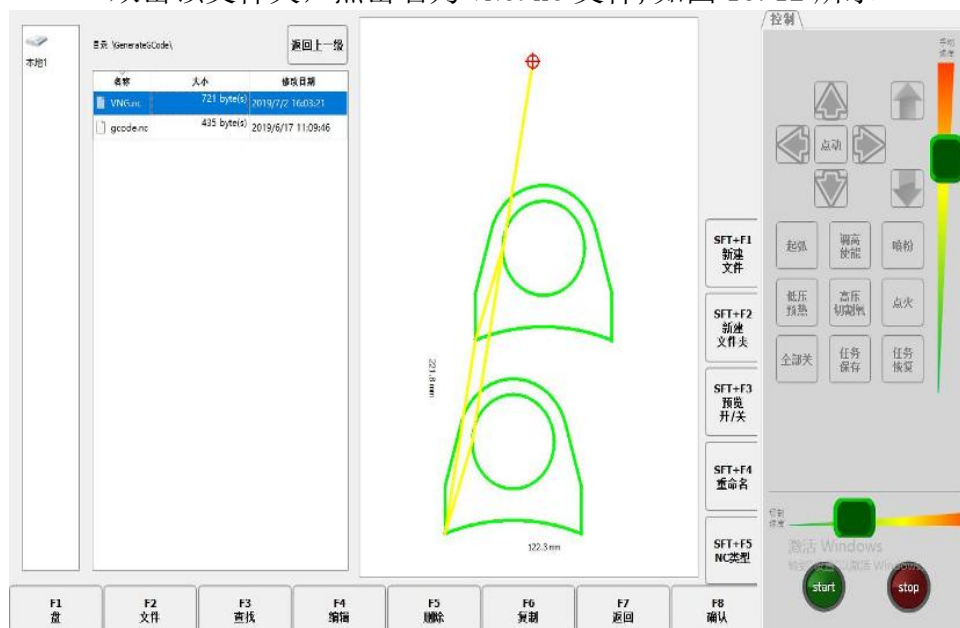

图 13.12 加工预览界面
- 双击该文件夹，点击名为 VNG.nc 文件, 如图 13.12 所示